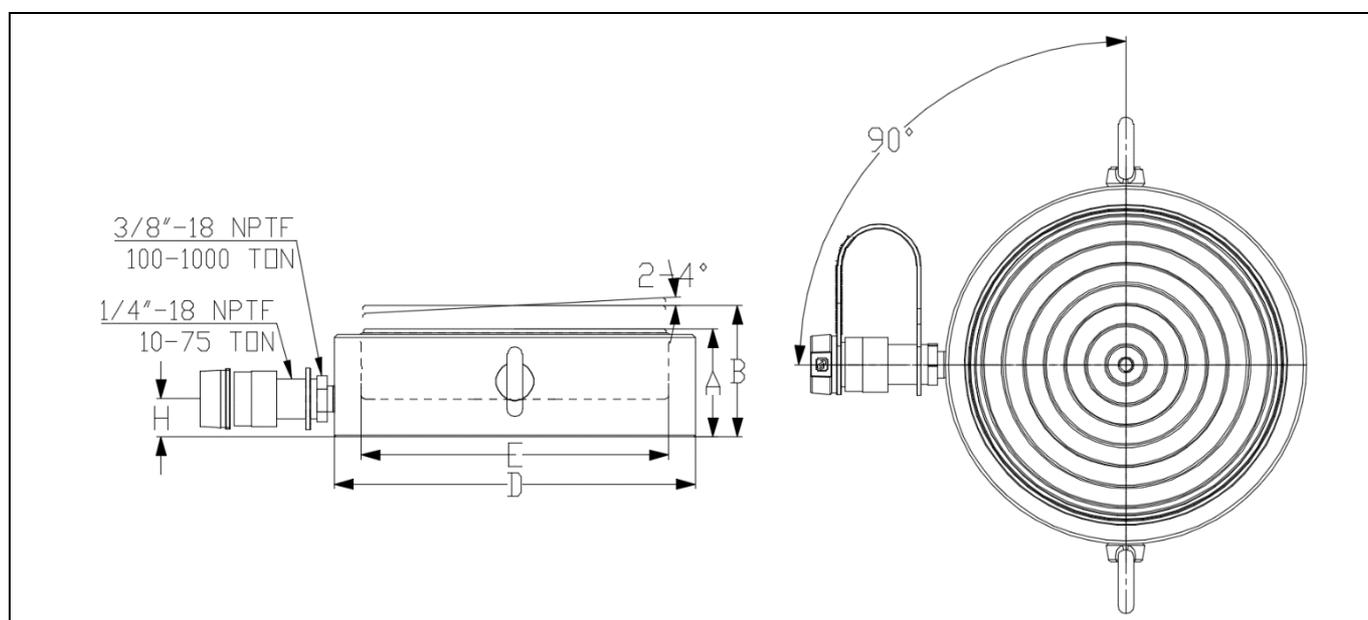

Figura 6, Dimensiones – Serie CUSP
11.1 Dimensiones – Imperial (véase Figura 6)
11.2 Dimensiones – Métrico (véase Figura 6)